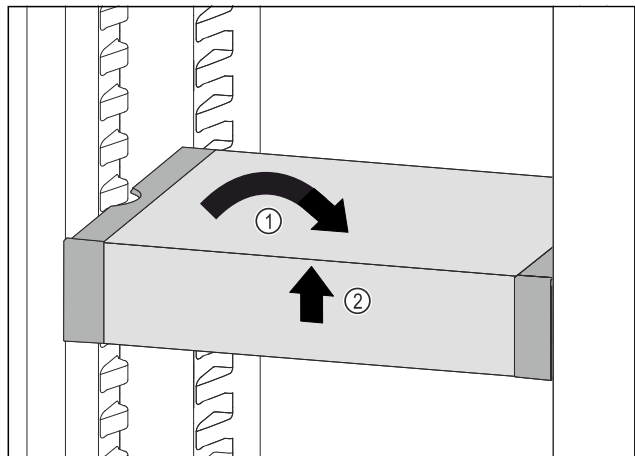

Fig. 80
- ▶ Установите VarioSafe прямо. Fig. 80 (1)
- ▶ Приподнимите VarioSafe спереди. Fig. 80 (2)